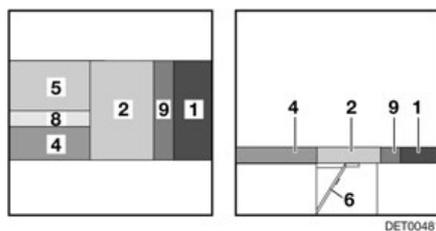
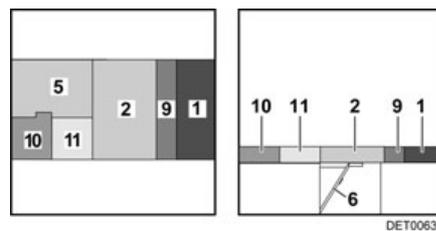

Fig. 130 Después de la transformación (variante 1)
Fig. 131 Después de la transformación (variante 2)
- Llevar el cojín del respaldo (Fig. 130,4) a la posición horizontal y tirarlo hacia el centro.
- Colocar el cojín adicional (Fig. 130,8) entre el cojín del respaldo (Fig. 130,4) y el cojín del asiento (Fig. 130,5).
- Colocar el cojín adicional (Fig. 131,10 y 11) entre el cojín del asiento (Fig. 131,5) y la pared.
- Colocar el cojín adicional (Fig. 130,9 ó Fig. 131,9) entre el cojín del respaldo (Fig. 130,1 ó Fig. 131,1) y el cojín del asiento (Fig. 130,2 ó Fig. 131,2).